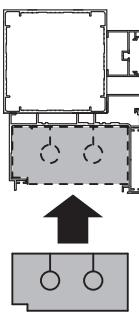

図3-14 上面図
- ②水切りパッキンを電装ケース上部にはめ込んでください。(図3-13、図3-14参照)
- 電装ケース上部へはめ込んだ水切りパッキンと上レールの間にすき間がないように指でしっかりと押し込んでください。(図3-13、図3-14参照)